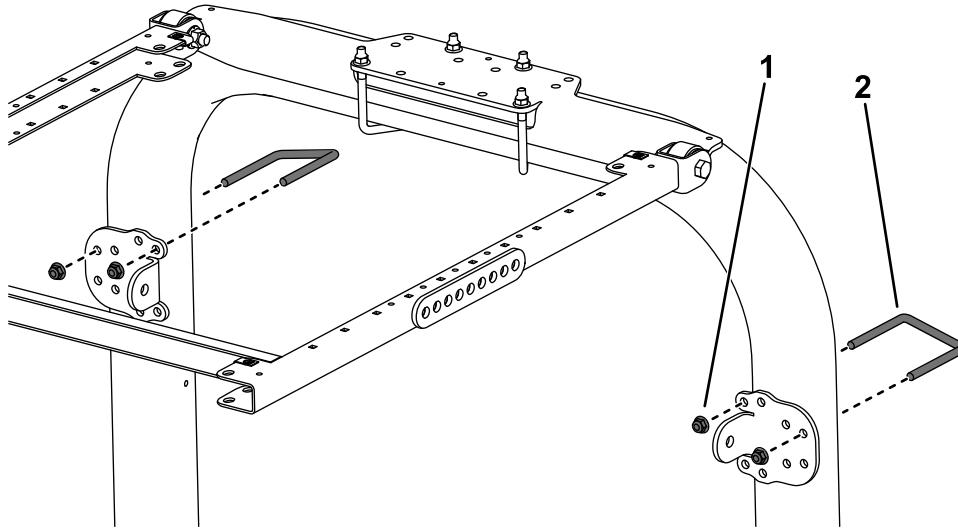

Bild 4
4. Befestigen Sie jede Strebenhalterung lose mit einem U-Bügel (3 1/8" x 4") und zwei Bundmuttern in den in Bild 4 abgebildeten Befestigungslöchern an den Streben des Überrollbügels.